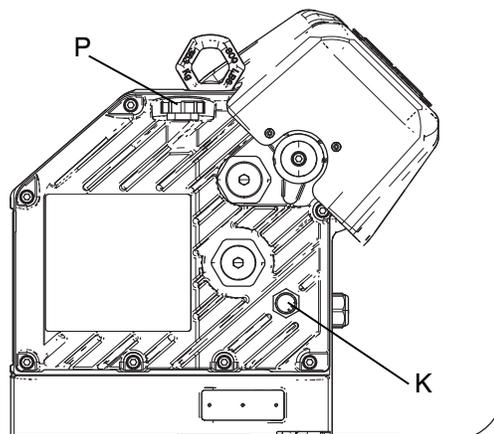

FIG. 8: Mirilla y tapón de llenado de aceite
3. Abra el tapón de llenado (P) y vierta el aceite sintético sin silicona para engranajes EP Graco n.º ref. 16W645 ISO 220. Compruebe el nivel de aceite en la mirilla de cristal (K). (Consulte la FIG. 8). Rellene hasta que el nivel de aceite esté cerca de la mitad de la mirilla. La capacidad de aceite es de aproximadamente 0,9 - 1,1 litros (1,0 - 1,2 cuartos de galón). No lo llene en exceso.
4. Vuelva a colocar el tapón de llenado. Consulte la FIG. 8.
Consulte la FIG. 8. Compruebe el nivel de aceite en la mirilla de cristal (K). El nivel de aceite debe estar cerca de la mitad de la mirilla cuando el pulverizador no está funcionando. Si el nivel de aceite está bajo, abra el tapón de llenado (P) y vierta aceite sintético para engranajes EP sin silicona Graco n.º ref. 16W645 ISO 220.